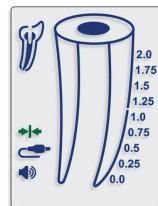

Fig. 3
5.3.2. Das "Anschlusssymbol"  muss am Bildschirm erscheinen, um den richtigen Anschluss anzuzeigen (Abb. 3).